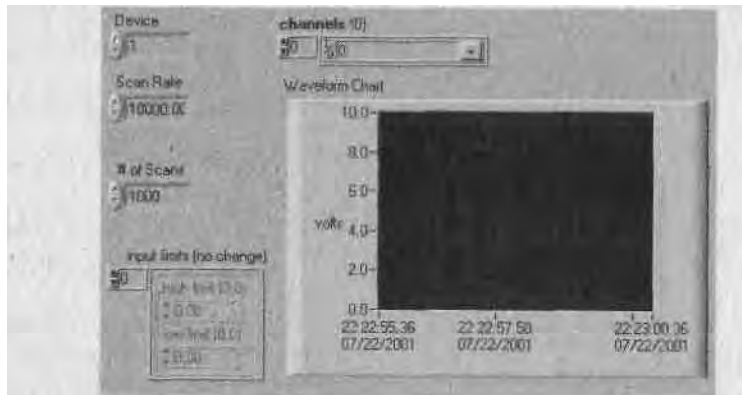

Рис. 11.35
1. Вначале создайте лицевую панель, как показано на рис. 11.35, с простой разверткой для просмотра данных.
1. Создайте ВП отображения и хранения осциллограммы. Этот ВП должен иметь лицевую панель, аналогичную показанной на рис. 11.35, но с дополнительной способностью хранения всех данных в файле (если 1 в этом вам необходима помощь, посмотрите еще раз функции по работе]